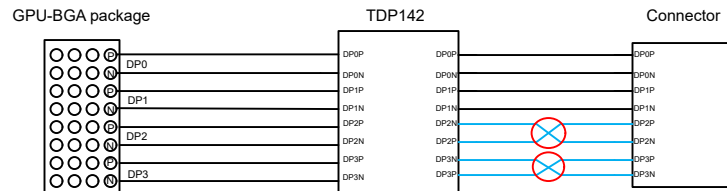
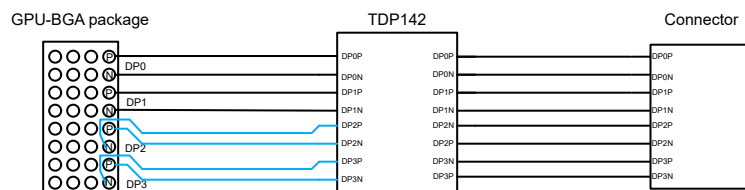

図 8-7. レイアウト例：出力側での信号交差
図 8-8. レイアウト例：INDP2 と INDP3 の極性スワップ
10. デバイスの出力ピンとコネクタとの間の順序が一致していないため、レイアウトでは OUTDP2 と OUTDP3 で信号が交差する可能性があります (図 8-7 を参照)。オプションの 1 つは、GPU が BGA パッケージである場合にデバイスの入力で極性をスワップし、使用するビアの数を最小限に抑えることです。
以下の図は、BGA パッケージを使用して、デバイスの出力とソースの DisplayPort コネクタとの間の不一致順序を調整する方法を示しています。図 8-7 に、TDP142-Q1 とコネクタとの間の交差セクションを示します。通常、交差を避けるためにビアを使用しますが、ビアを使用するとシグナル インテグリティが減衰する可能性があります。したがって、TDP142-Q1 の入力に極性スワップを実装できます。図 8-8 に、TDP142-Q1 とコネクタとの間に交差セクションがなくなることを示しています。このため、使用するビアの数を最小限に抑えることができます。このオプションは、BGA パッケージを使用しているソースにのみ有用であることに注意してください。